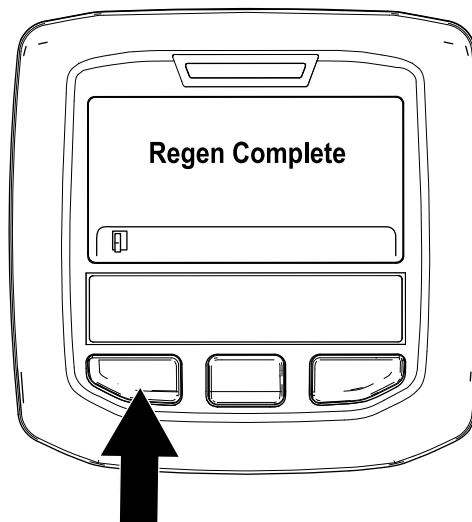

Figure 58
9. La régénération en stationnement est terminée quand le message « Regen Complete » (régén. terminée) s'affiche dans l'InfoCenter. Appuyez sur le bouton gauche pour quitter l'écran d'accueil (Figure 58).